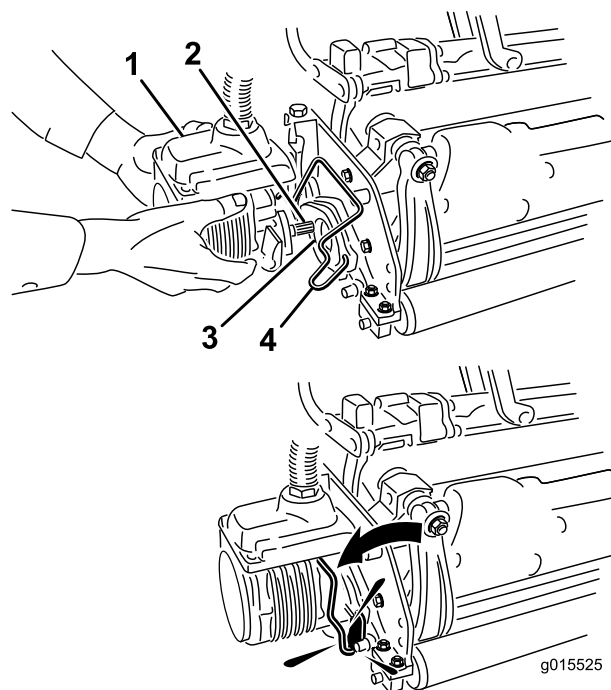

Bild 35
6. Schmieren Sie Keilwelle des Mähwerkmotors mit sauberem Schmiermittel ein (Bild 35).
7. Setzen Sie den Motor in die linke Seite des Mähwerks (aus Sicht der Bedienerstellung) und ziehen Sie die Motorbefestigungsstange am Mähwerk zum Motor, bis Sie einen deutlichen Klicken von beiden Seiten des Motors hören (Bild 35).